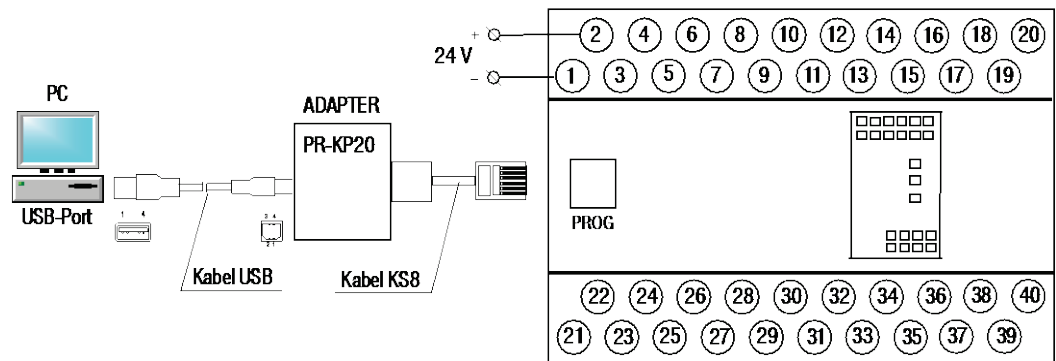

Abb. B.1 Anschluss an PC
- Relais an den PC entsprechend der Abbildung B.1 anschließen